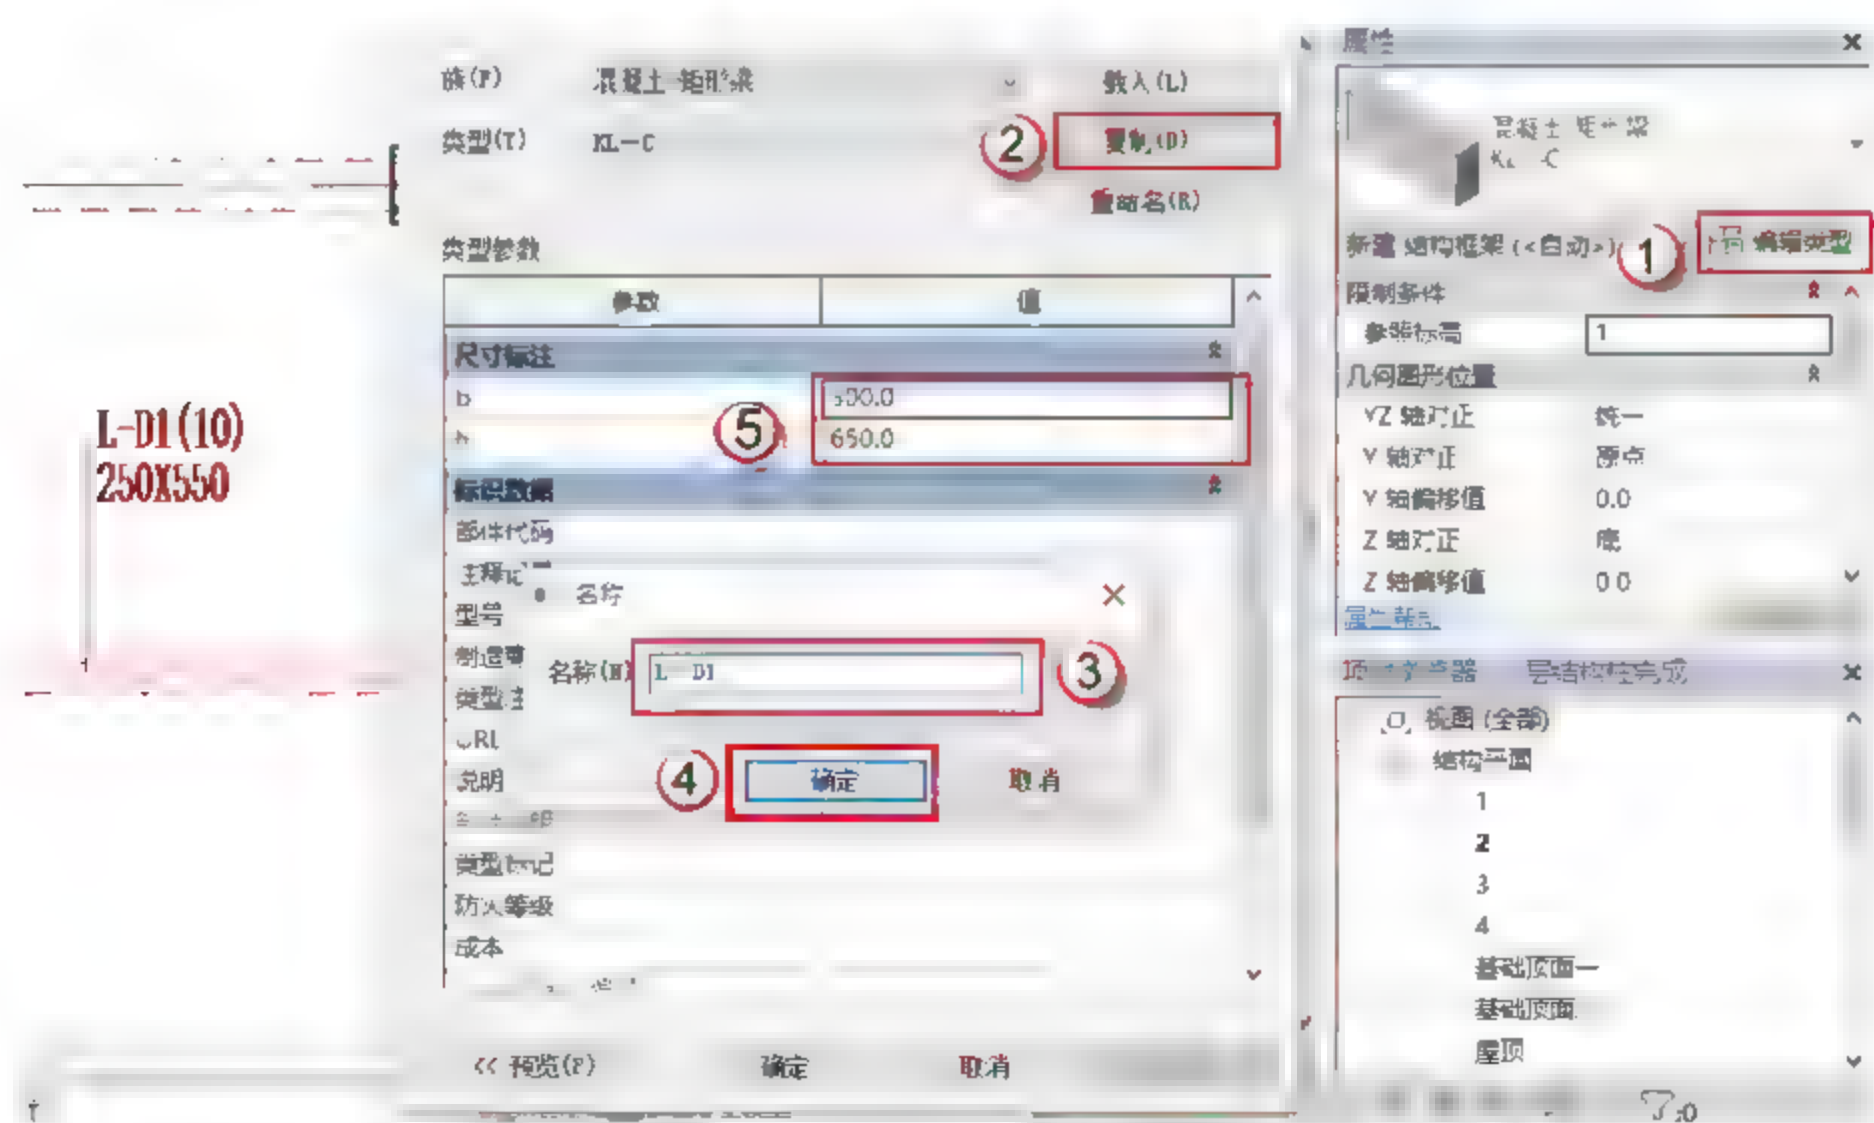

图 4.2.61 设置 L-D1 参数
(11) 设置矩形梁 L-D1 参数, 按快捷键 **B+M**, 出现绘制的界面, 单击“编辑类型”按钮, 在弹出的对话框中单击“复制”按钮, 再在弹出的对话框中命名新的族 L-D1, 单击“确定”按钮。在“尺寸标注”栏设置参数, 如图 4.2.61 所示。